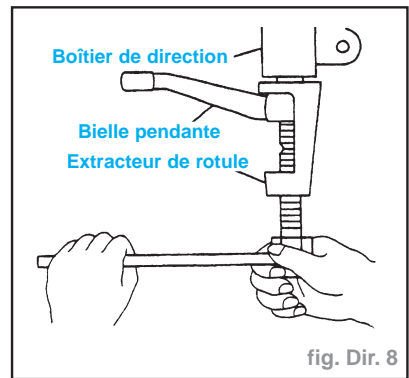

fig. Dir. 8
- la biellette en utilisant l'outil spécial (extracteur de rotule - ST29020001) (fig. Dir. 8)